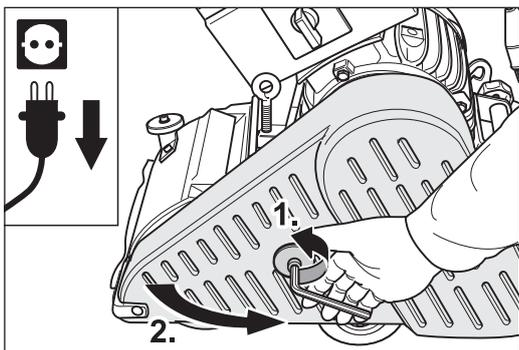
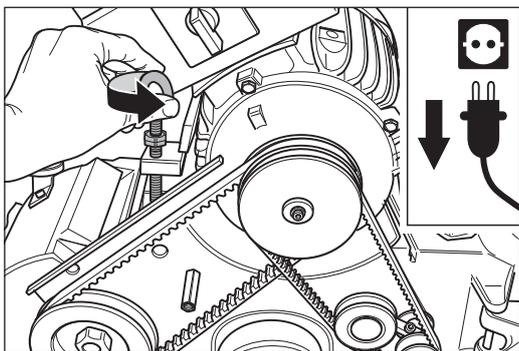

Abb. 29 Öffnen des Riemenschutzes.
Abb. 30 Entspannen der Keilriemen durch lösen der Ringschraube.
- 4 Um die Keilriemen zu entfernen, öffnen Sie den Riemenschutz (Abb. 29) und entspannen Sie die Keilriemen durch das Lösen der Ringschraube (Abb. 30).